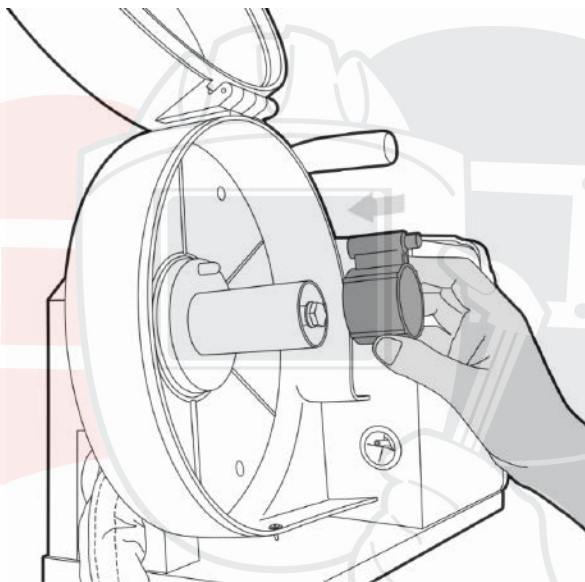

Рис. 8.2.4. Установка адаптера.
1. Установите адаптер для катушки, совместите отверстие адаптера и фиксатор катушки (См. рис. 8.2.4).